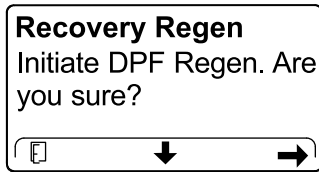

Figura 59
4. No ecrã INICIAR REGENERAÇÃO DO DPF, prima o botão direito para continuar (Figura 59).